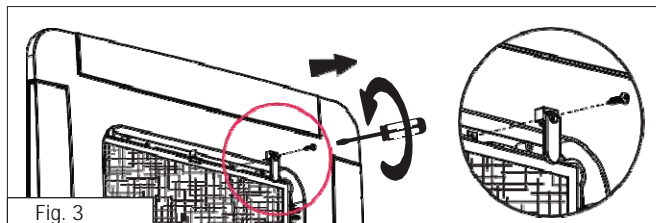

Fig. 3
3. Lossa spärren lite grand med en skruvmejsel (Fig. 3) och för den åt sidan.